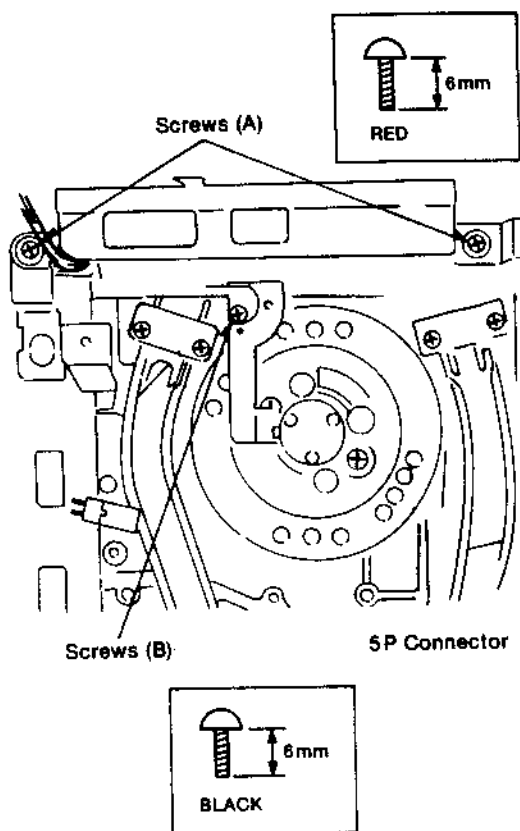
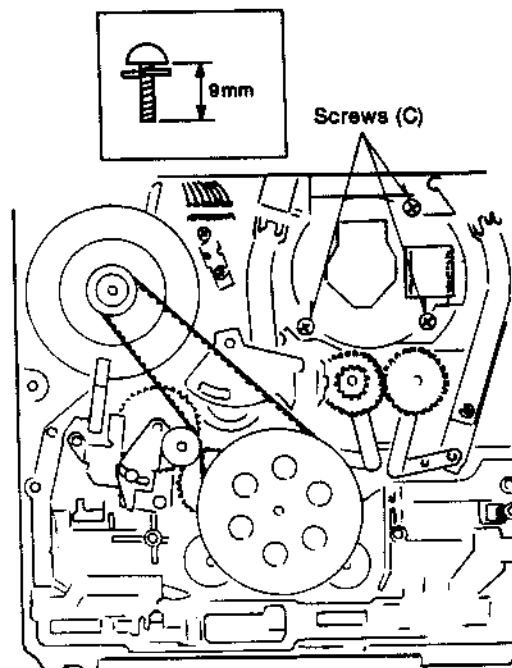

Fig. 1-8
Fig. 1-9
- Die Schrauben (A) lösen zum Ausbauen des Kopfverstärkers; siehe Fig. 1-8.
- Zum Ausbauen des Massestreifens ist Schraube (B) herauszudrehen.
- Die Schrauben (C) herausdrehen zum Ausbauen der 'Abtasteinheit' (mit dem Zylinder-Steuerprint); siehe Fig. 1-9.